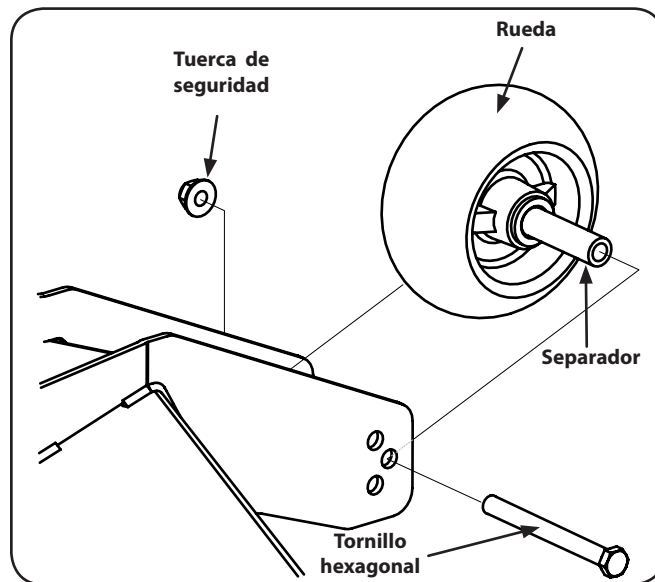

Figura 6-8
- Retire la tuerca de seguridad que fija uno de los tornillos hexagonales de las ruedas de calibración delanteras a la plataforma. Retire la rueda de calibración, el tornillo hexagonal y el espaciador. Vea la Figura 6-8.